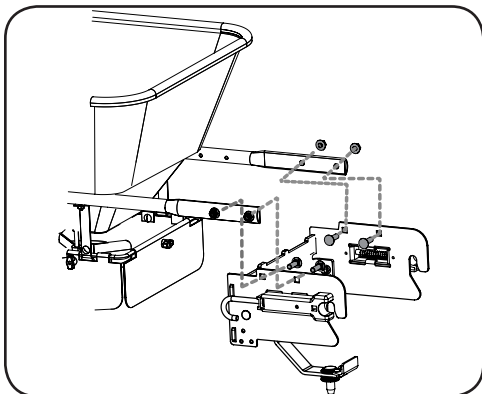

Figure 2-10
- Utilisez deux boulons de carrosserie 3/8-16 x 1,25 et deux écrous de blocage 3/8-16 provenant du jeu de quincaillerie 689-00510 par côté pour fixer les extrémités dentelées des tubes à cadre unique, à l'extrémité du support d'attelage à attache rapide. Consultez la Figure 2-10.